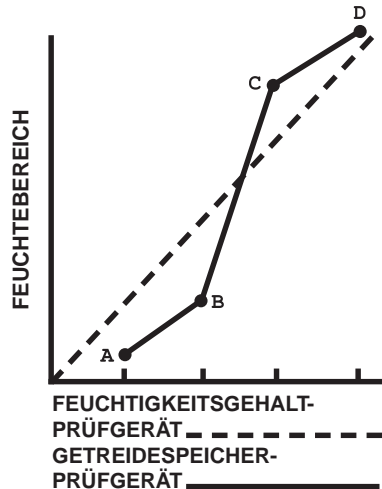

ABBILDUNG 1:
HINWEIS: Abbildung 1 dient lediglich zur Veranschaulichung und stellt keine tatsächlichen Prüfergebnisse dar.
- 1. Prüfergerät-Unterschiede:** Das Feuchtigkeitsgehalt-Prüfergerät stimmt möglicherweise nicht mit bestimmten Getreidespeicher-Prüfergeräten überein. Es gibt kein Prüfergerät, das den tatsächlichen Feuchtigkeitsgehalt eines jeweiligen Getreides messen kann. Für Getreidespeicher-Prüfergeräte bestehen keine nationalen Normen. Der Unterschied zwischen dem Feuchtigkeitsgehalt-Prüfergerät und verschiedenen behördlich genehmigten Getreidespeicher-Prüfergeräten ist nicht immer gleichbleibend. Eine Einstellung für einen bestimmten Feuchtigkeitsgehalt stimmt möglicherweise bei einem anderen Feuchtigkeitsgehalt nicht. Abbildung 1 zeigt wie das Feuchtigkeitsgehalt-Prüfergerät über einen weiten Feuchtigkeitsgehalt möglicherweise mit einem Getreidespeicher-Prüfergerät zu vergleichen ist. Das Feuchtigkeitsgehalt-Prüfergerät und die meisten Getreidespeicher-Prüfergeräte sind im mittleren Feuchtigkeitsbereich für die jeweilige Getreidesorte am genauesten. In dieser Abbildung stimmen die Prüfergebnisse für das Getreidespeicher-Prüfergerät (in der Abbildung durch die durchgehende Linie dargestellt) in diesem Bereich nahezu mit denen des Feuchtigkeitsgehalt-Prüfergeräts (als gestrichelte Linie dargestellt) überein. Je weiter man sich jedoch vom mittleren Bereich entfernt und in die höheren und niedrigeren Feuchtigkeitswerte gerät, desto größer werden die Unterschiede zwischen dem Getreidespeicher-Prüfergerät und dem Feuchtigkeitsgehalt-Prüfergerät, und das Prüfergerät kann sogar abwechselnd höhere und niedrigere Werte als das Getreidespeicher-Prüfergerät anzeigen. In Abb. 1 zum Beispiel stellt der Bereich zwischen B und C den mittleren Feuchtigkeitsgehalt dar. Die Prüfergebnisse des Feuchtigkeitsgehalt-Prüfergeräts stimmen innerhalb von plus oder minus 0,5 Prozent mit denen des Getreidespeicher-Prüfergeräts überein. Der Bereich zwischen A und B stellt den unteren Feuchtigkeitsbereich dar. Die Ergebnisse des Feuchtigkeitsgehalt-Prüfergeräts differieren um einen größeren Betrag von den Ergebnissen des Getreidespeicher-Prüfergeräts und sind in diesem Falle NIEDRIGER als die Ergebnisse des Getreidespeicher-Prüfergeräts. Der Bereich zwischen C und D stellt den oberen Feuchtigkeitsbereich dar. Die Ergebnisse des Feuchtigkeitsgehalt-Prüfergeräts differieren wiederum um einen größeren Betrag von den Ergebnissen des Getreidespeicher-Prüfergeräts als im mittleren Feuchtigkeitsbereich, aber in diesem Falle sind sie HÖHER als die Ergebnisse des Getreidespeicher-Prüfergeräts.
- 2. Voraussetzung für die Kalibrierung:** Abbildung 1 stellt dar, dass die Ergebnisse des Feuchtigkeitsgehalt-Prüfergeräts im mittleren Feuchtigkeitsbereich im Prinzip mit den Ergebnissen des Getreidespeicher-Prüfergeräts übereinstimmen. (Der Graph hier dient lediglich zur Veranschaulichung und stellt keine tatsächlichen Prüfergebnisse dar.) Jegliche Änderungen der Eichung für Getreide in diesem Feuchtigkeitsbereich sind gering, und eventuell nicht notwendig. Falls das Getreide jedoch sehr trocken (niedriger Feuchtigkeitsbereich) oder sehr feucht ist (oberer Feuchtigkeitsbereich), muss das Feuchtigkeitsgehalt-Prüfergerät möglicherweise entsprechend den Ergebnissen des Getreidespeicher-Prüfergeräts geeicht werden. Hierfür in beiden Prüfergeräten Getreide der gleichen Getreideprobe verwenden. Die notwendige Kalibrierungseinstellung notieren. Sie gilt für alle Prüfungen in diesem Feuchtigkeitsbereich für die jeweilige Getreidesorte.